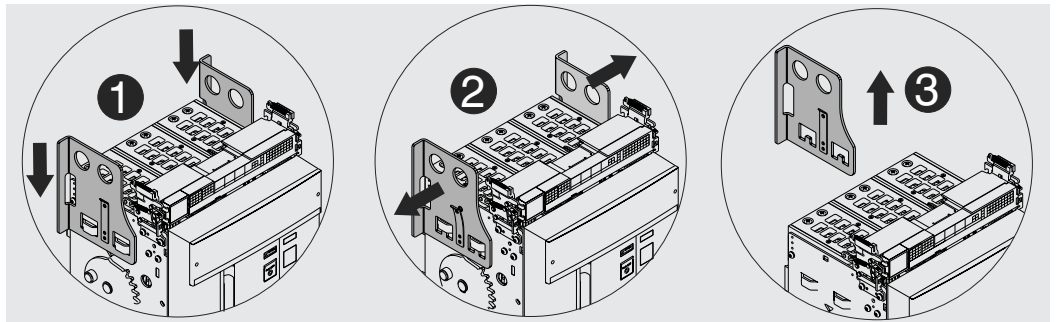

Figure 90
5. Décrocher la languette et enlever les plaques de levage de la partie mobile. Voir Figure 90.